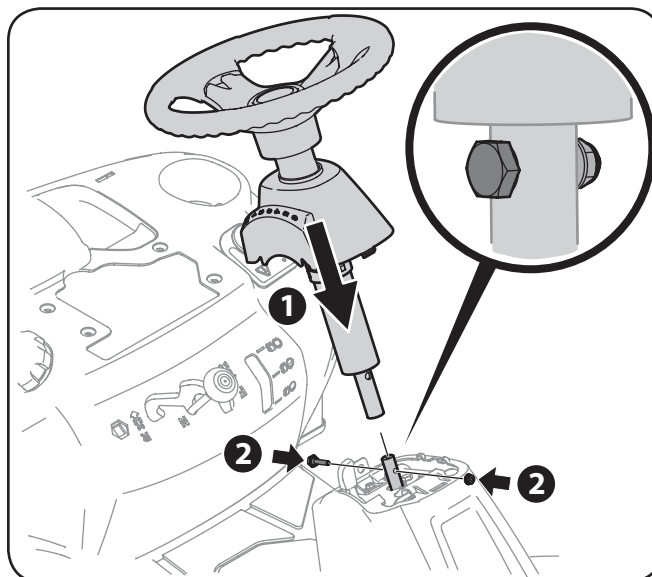

Figure 3-2
2. Retirez le boulon à épaulement et l'écrou autobloquant de l'arbre de direction et mettez-les de côté pour utilisation ultérieure. Voir Figure 3-2.
4. Installez le volant sur la partie inférieure de l'arbre de direction et fixez-le avec le boulon à épaulement et l'écrou autobloquant retirés à l'étape 2. Voir Figure 3-2.